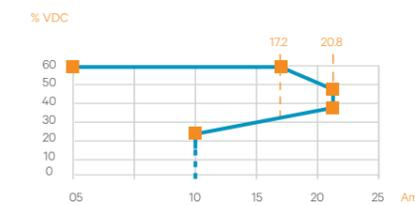

Figura 2:
Potenza massima (W)	1000 (vedi figura 2 per il declassamento)
Corrente massima	20.83A @ -48 VDC, set point limite da 0 a 20,83A (vedi figura 2 per il declassamento)